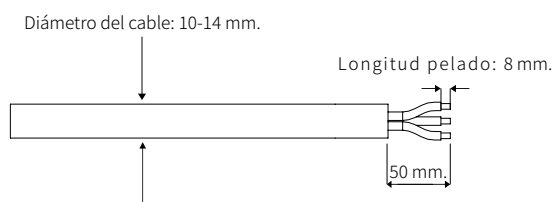

Fig. 27. Pelado del cable.
- De acuerdo con la tabla anterior, seleccione un cable apropiado, retire el manguito de aislamiento del cable de AC unos 50 mm y retire el aislante del extremo de los cables L/PE/N unos 8 mm, tal como se muestra en la Fig. 27: